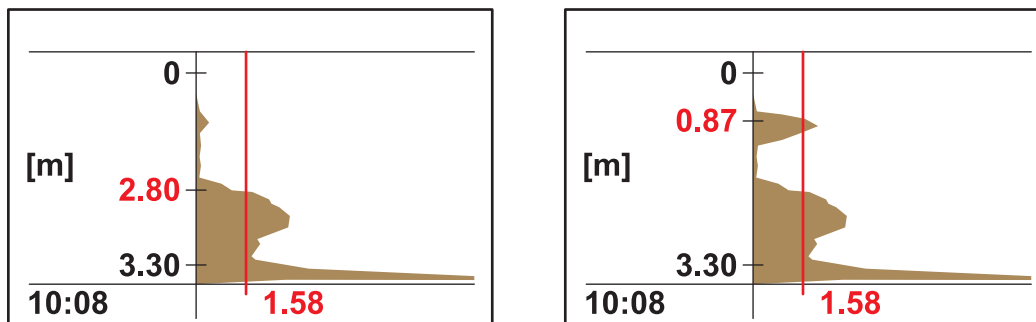

Figura 9 Determinar o local de medição
- Se houver valores mais elevados na profundidade dos reflexos prejudiciais na LIS. DE PERFIL que influenciem o valor da medição, deve seleccionar outro local de medição. Por vezes, é suficiente deslocar a sonda alguns centímetros (consulte Figura 9, no lado direito).
- Se os reflexos não perturbarem o valor da medição, este local pode ser adequado para efectuar as medições (consulte Figura 9, no lado esquerdo).